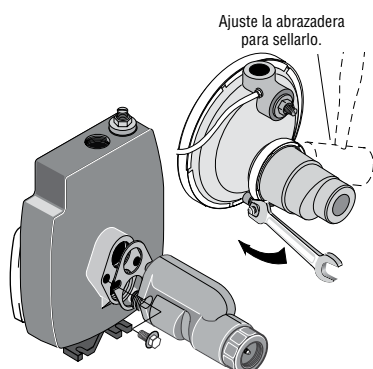

Figura 4: Monte el Eyector - Pozo Poco Profundo
3. Instale el kit de eyector FP4855 con una bomba de la Serie 4200 o el kit FP4875 con una bomba de la Serie 4300 (los kits se venden por separado). Siga las instrucciones que vienen incluidas en el kit. Asegúrese de alinear el venturi con el orificio superior en la parte frontal de la bomba (vea la Figura 4).
2. Instale el kit de eyector FP4855 con la bomba de la Serie 4200 o el kit FP4875 con la bomba de la Serie 4300 (los kits se venden por separado). Siga las instrucciones que vienen incluidas en el kit. Asegúrese de alinear el venturi con el orificio superior en la parte frontal de la bomba (Vea la Figura 4).